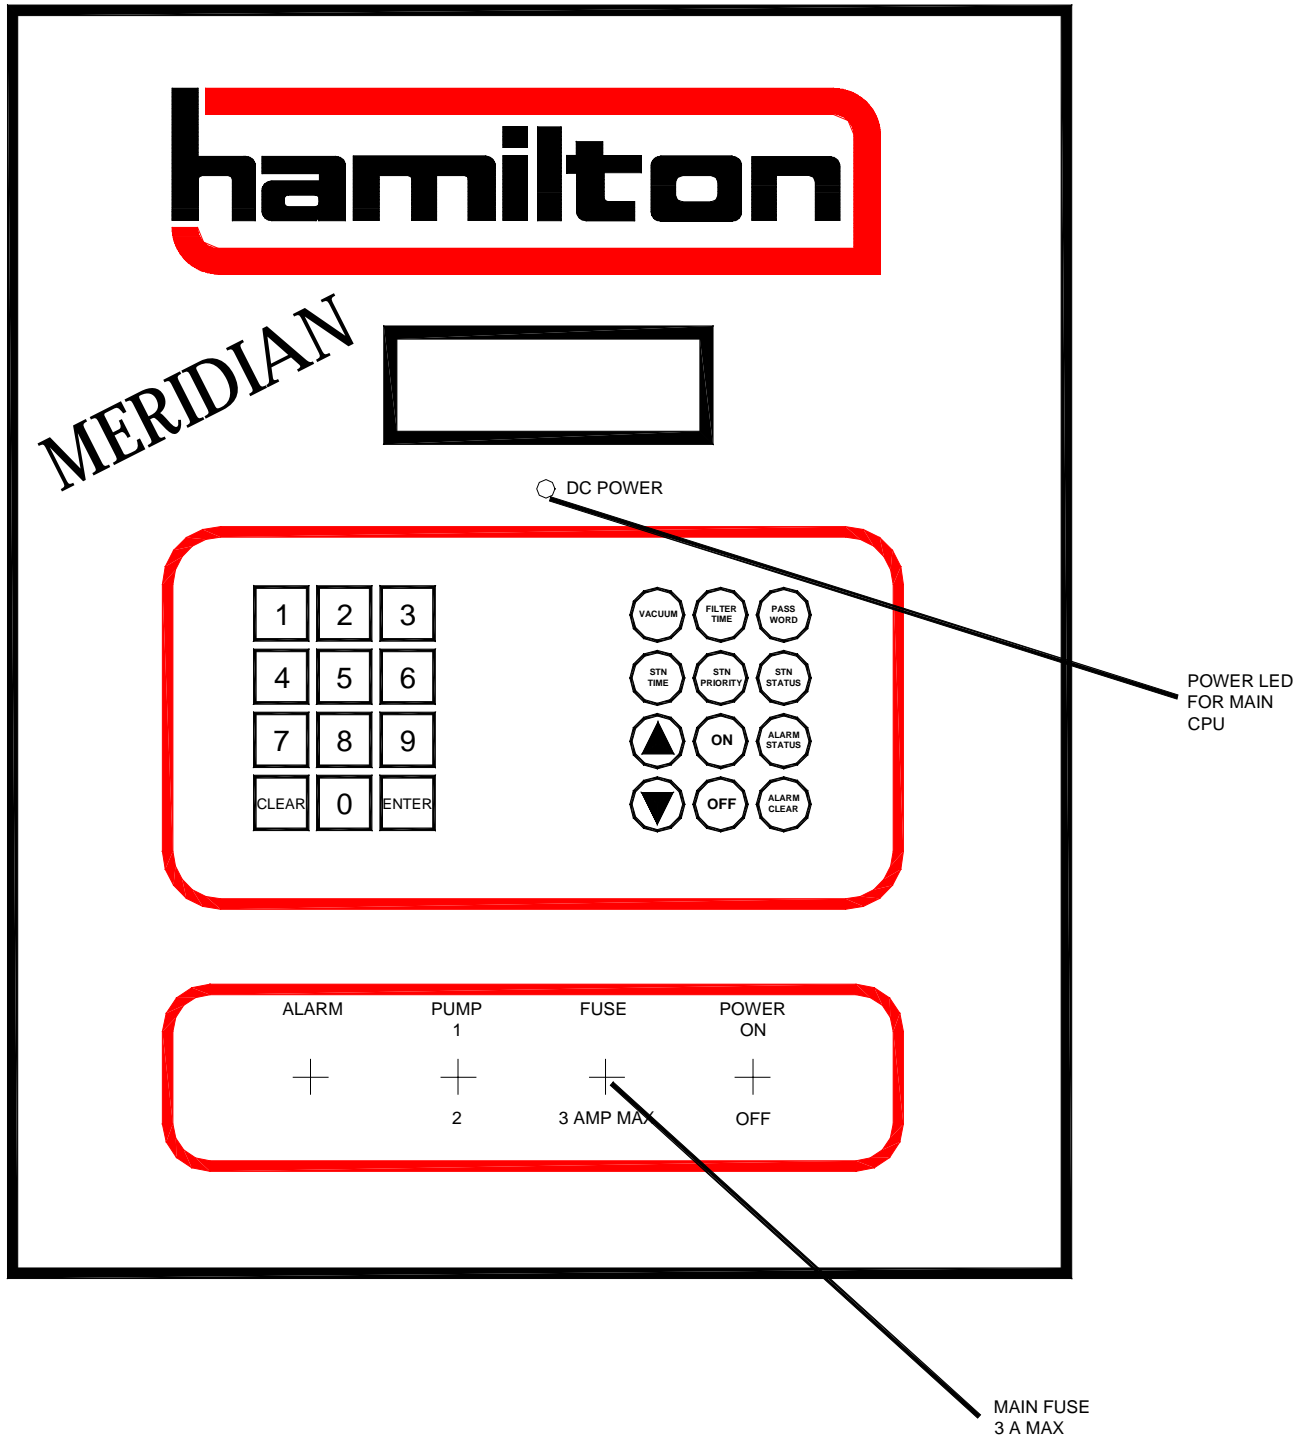

FIGURE 5.1 MAIN PANEL
LED ON THE DOOR IS OFF. (FIGURE 5.1)
- 1 THE MAIN SWITCH IS OFF (FIGURE 5.1)
- 2 THE MAIN FUSE ON THE PANNEL IS BLOWEN.(FIGURE 5.1).
- 3 FUSE ON THE POWER SUPPLY IS BLOWEN. (FIGURE 5.1)